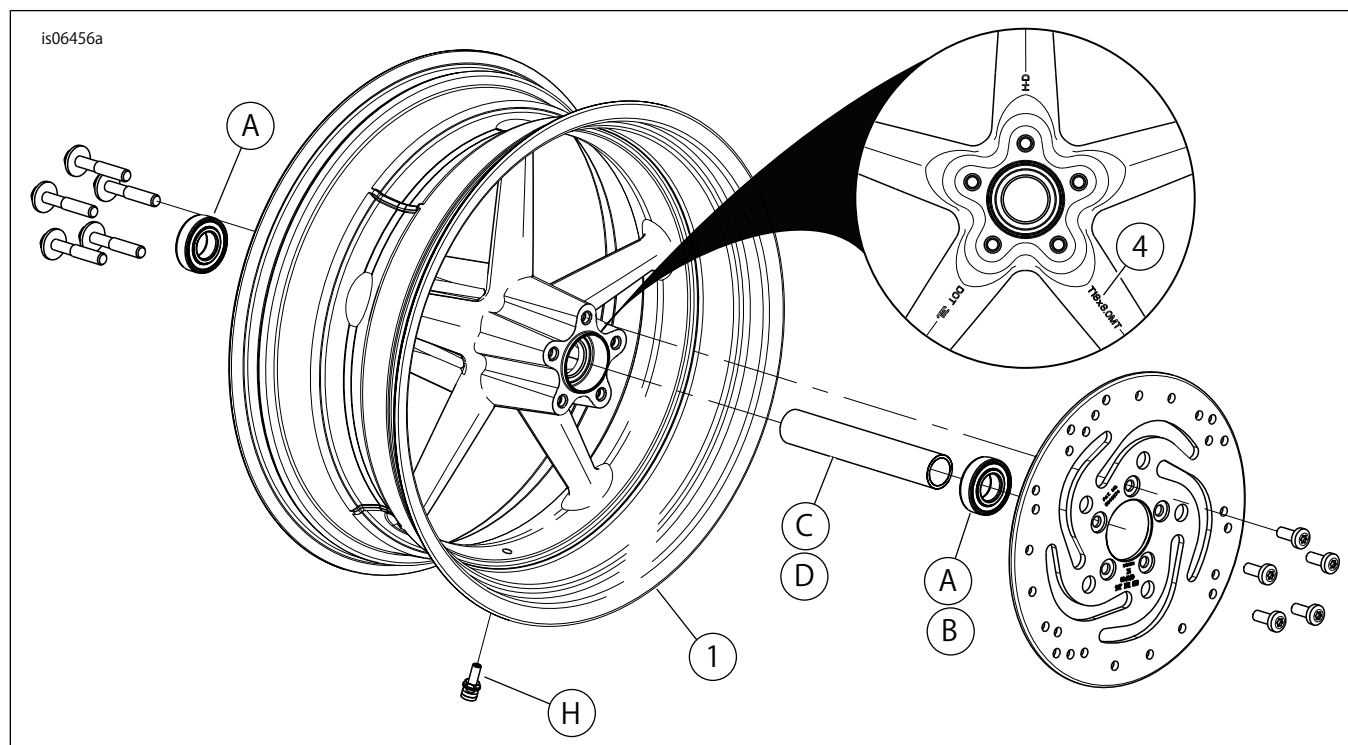

図1。交換用パーツ：リアロッカーホイール
これらのキットには、カスタムホイールのみ付属します。図1および表2を参照。
2. 図1を参照してください。ホイールにバルブシステムアッセンブリー(H)を取り付けます。サービスマニュアルを参照してください。